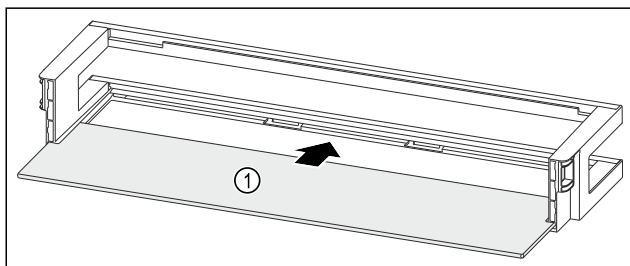

Fig. 141 Türabsteller mit Abstellfläche
- Abstellfläche Fig. 141 (1) in die seitlichen Aussparungen einschieben.